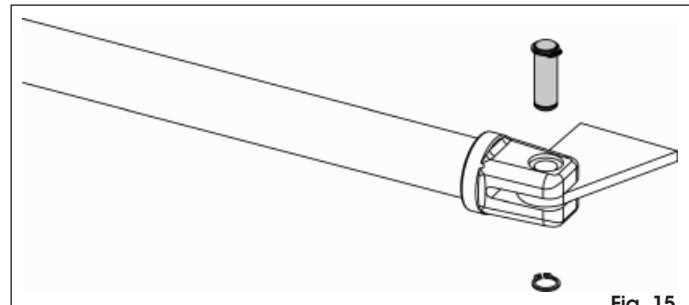

Fig. 15
- Monter de voorste beugel met behulp van de bijgeleverde pennen en elastische ringen (Fig. 15).